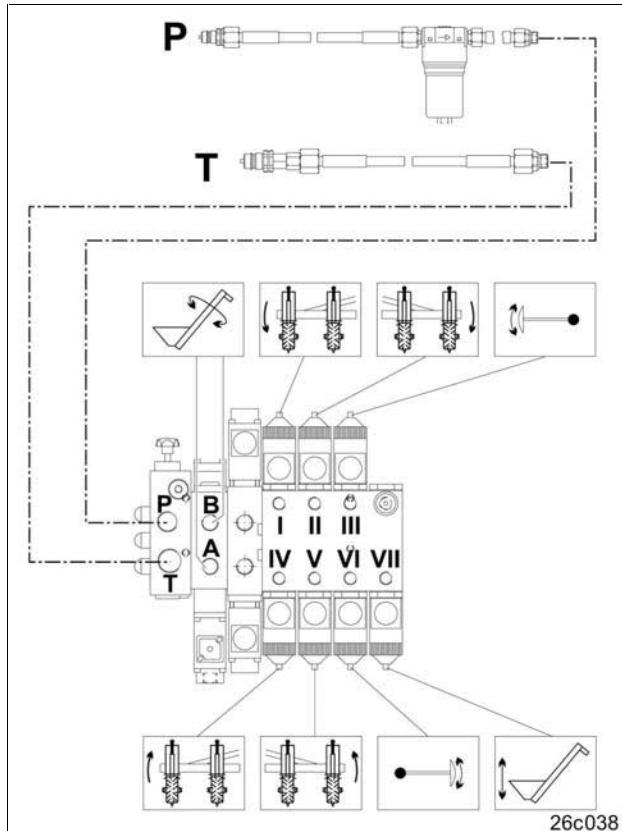

Рис. 57
- устройство управления простого действия для подключения напорной линии (Рис. 57/P).
- 1 безнапорную обратную магистраль для подключения сливной гидролинии (Рис. 57/T).